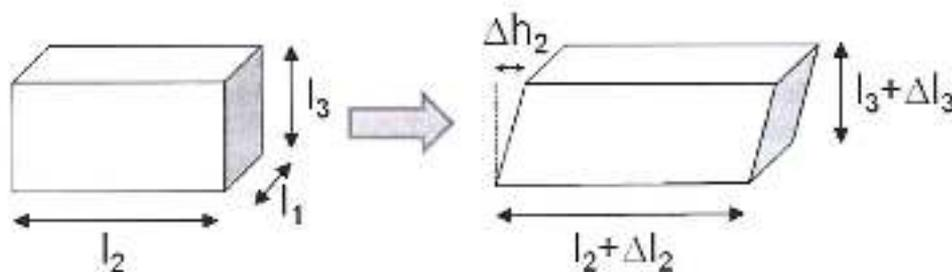

Figure 3: forme prise par l'échantillon
Les forces de gravité sont négligeables. Lors de cet essai on mesure les forces «  $F$  » et «  $T$  » et les petites variations de longueur «  $\Delta l_3$  et  $\Delta l_2$  » ainsi que le petit déplacement de la plaque supérieure «  $\Delta h_2$  » (cf figure 3).
1) Exprimer, en fonction des valeurs mesurées, les composantes des tenseurs de contraintes «  $\underline{\sigma}$  » (sauf  $\sigma_{11}$  noté «  $\sigma_{11}$  ») et de déformations «  $\underline{\epsilon}$  » au sein de l'échantillon qui se déforme de manière homogène (cf figure 3). **Donner uniquement les expressions littérales.**